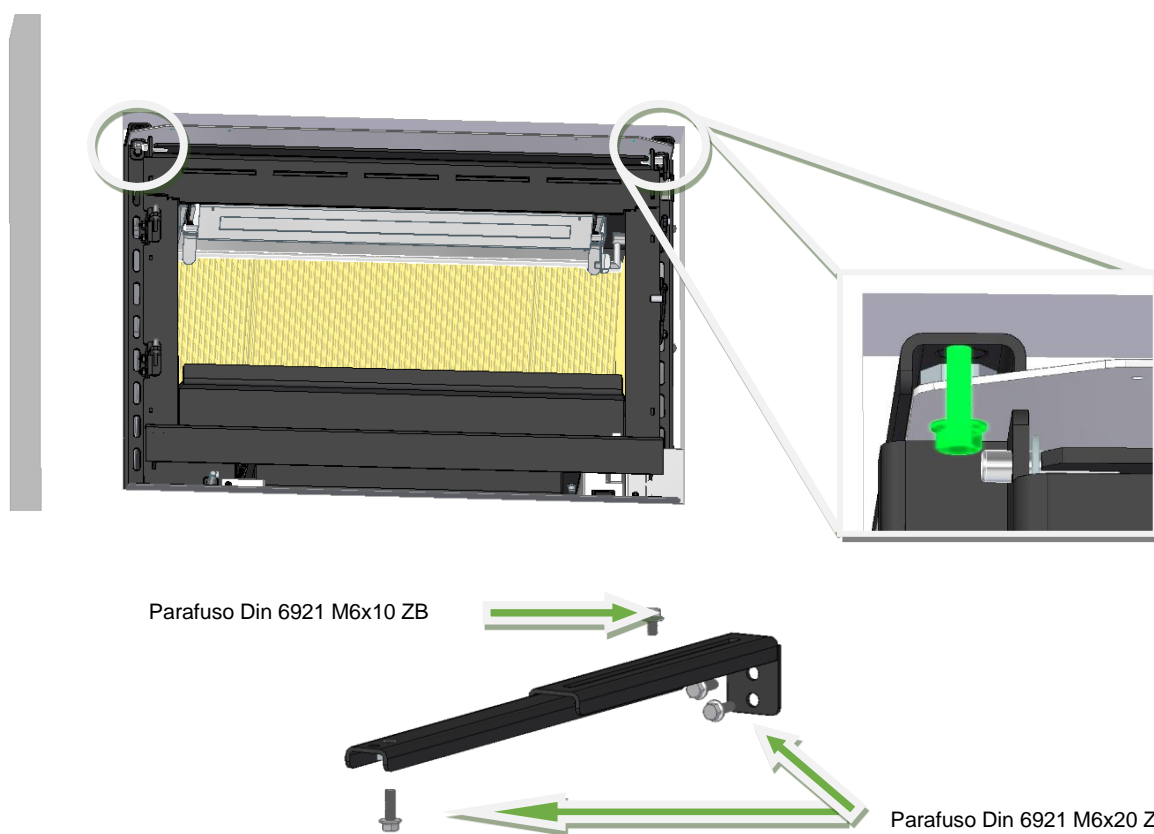

Figura 15 – Fixação do equipamento aos braços de fixação superiores, utilizando parafusos sextavados Din 6921 M6x20 ZB e M6x10 ZB
13. De seguida deverá fixar o equipamento aos apoios superiores como poderá ver na Figura 15.